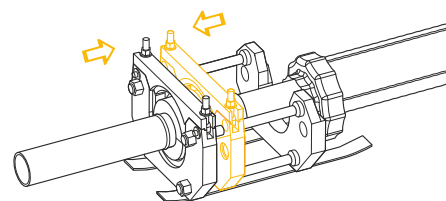

Рис. 4.6.9
10. Обжать фитинг (рис. 4.6.9).